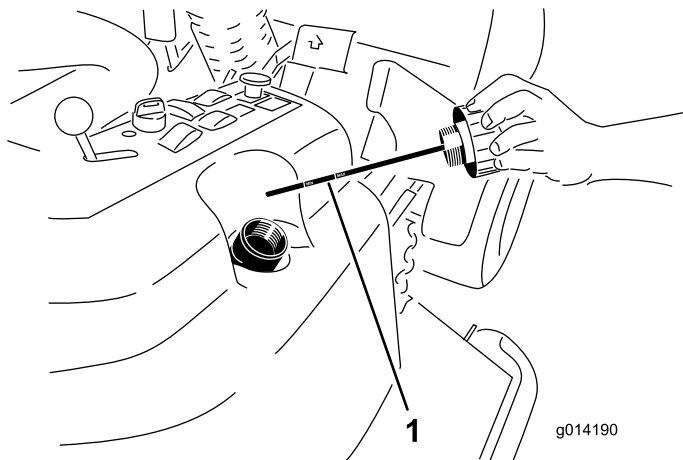

Figura 51
4. Retire o tampão de enchimento hidráulico (Figura 51) do tubo de enchimento.
5. Retire a vareta e limpe-a com um pano limpo (Figura 51).
6. Coloque a vareta no tubo de enchimento até ao fim, retire-a e verifique o nível de fluido (Figura 51).